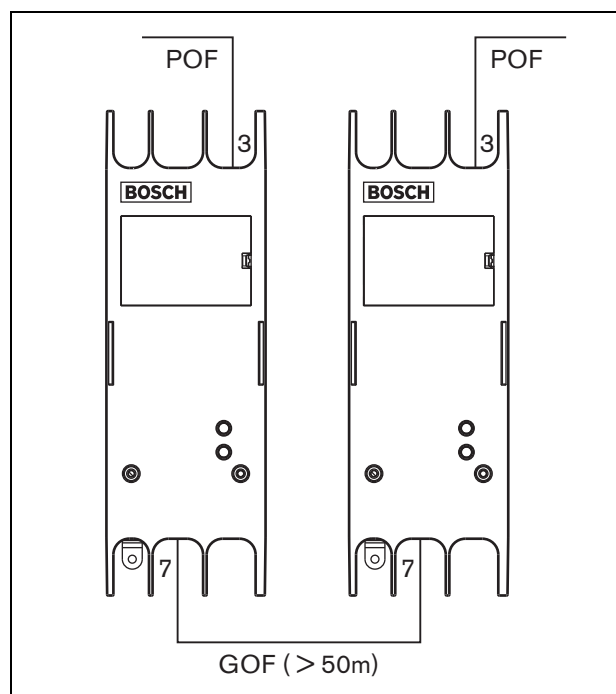

figura 32.4: Utilizzo delle interfacce a fibra ottica
A causa della perdita di luce, la lunghezza massima dei cavi POF (e quindi anche dei cavi del bus del sistema) tra due componenti dell'apparecchiatura è di 50 m. Se la distanza tra due unità è superiore a 50 m, è necessario usare le interfacce a fibra ottica PRS-FIN(NA) o PRS-FINS e le fibre ottiche in vetro (GOF) (vedere figura 32.4).